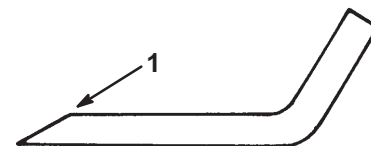

Figure 29
1. Au moyen d'une lime, aiguisiez les tranchants aux deux extrémités de la lame (Fig. 29).